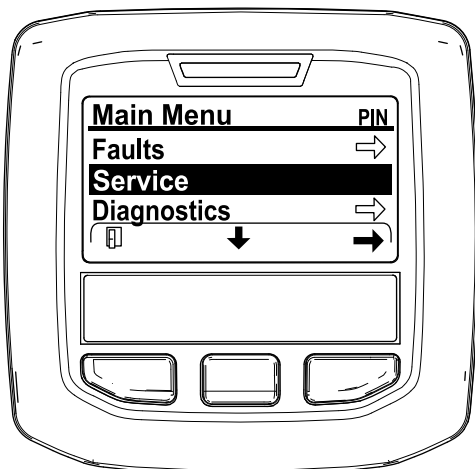

Figure 33
2. Naviguez jusqu'au MENU PRINCIPAL, appuyez sur le bouton central pour défiler jusqu'au MENU ENTRETIEN et appuyez sur le bouton de droite pour sélectionner l'option ENTRETIEN (Figure 33).